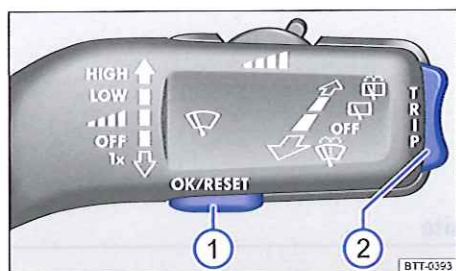

Fig. 15 Véhicules sans volant multifonction : touche ① du levier d'essuie-glace pour valider les options et commande à bascule ② pour changer de menu.
Les véhicules équipés d'un volant multifonction ⇒ fig. 16 n'ont pas de touches sur le levier d'essuie-glace ⇒ fig. 15. Le système d'information Volkswagen se commande uniquement par les touches du volant multifonction.
- Si un message ou le pictogramme symbolisant le véhicule est affiché, appuyez sur la touche ⇒ fig. 15 ① du levier d'essuie-glace ou la touche du volant multifonction ⇒ fig. 16.
- **Commande à l'aide du levier d'essuie-glace :** maintenez la commande à bascule ⇒ fig. 15 ② enfoncée pour afficher le menu principal sous forme de liste ⇒ page 33 ou pour revenir au menu principal à partir d'un autre menu.
- Appuyez en haut ou en bas sur la commande à bascule ⇒ **fig. 15 ②** du levier d'essuie-glace ou sur les touches fléchées **[▲]** ou **[▼]** ⇒ **fig. 16** du volant multifonction, jusqu'à ce que l'option souhaitée soit sélectionnée.
- Pour accéder à l'option du sous-menu, appuyez sur la touche ⇒ **fig. 15 ①** du levier d'essuie-glace ou sur la touche **[OK]** ⇒ **fig. 16** du volant multifonction.
- Procédez aux modifications souhaitées à l'aide de la commande à bascule du levier d'essuie-glace **[OK/RESET]** ⇒ **fig. 15 ②** ou des touches fléchées **[▲]** ou **[▼]** du volant multifonction ⇒ **fig. 16**. Le cas échéant, maintenez les touches enfoncées pour augmenter ou réduire les valeurs plus rapidement.
- Repérez ou confirmez la sélection en appuyant sur la touche **[OK/RESET]** ⇒ **fig. 15 ①** du levier d'essuie-glace ou sur la touche **[OK]** ⇒ **fig. 16** du volant multifonction.
- **Commande à l'aide du levier d'essuie-glace** : maintenez la commande à bascule ⇒ **fig. 15 ②** enfoncée.